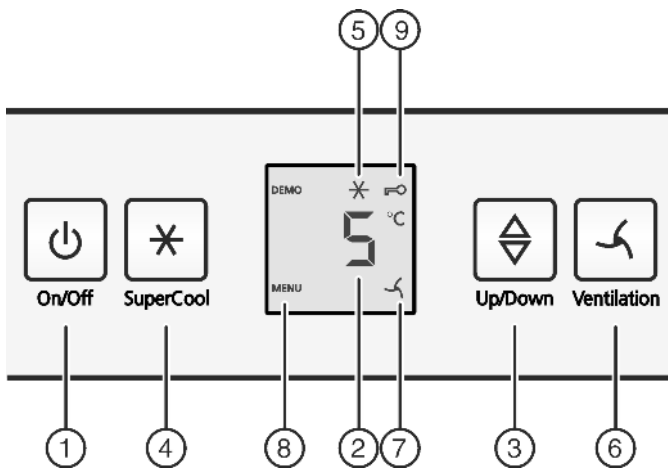

Fig. 3
- ▶ Aan/uit-toets Fig. 3 (1) indrukken.
- ▶ Toets SuperCool Fig. 3 (4) ca. 5 seconden indrukken.
- ▷ Op de display wordt het symbool Menu Fig. 3 (8) weergegeven.
- ▶ Met de toets SuperCool Fig. 3 (4) kort bevestigen.
- ▷ Het symbool Kinderbeveiliging Fig. 3 (9) op de display gaat branden.
- ▶ De toets On/Off Fig. 3 (1) kort indrukken.
- ▶ Temperatuurfunctie oproepen: Druk de insteltoets Fig. 3 (3) in.
- ▶ Temperatuur in 1 °C stappen wijzigen: Druk de insteltoets Fig. 3 (3) net zo vaak in, totdat de gewenste temperatuur op het temperatuurdisplay oplicht.
- ▶ Toets SuperCool Fig. 3 (4) kort indrukken.
- ▷ Het symbool SuperCool Fig. 3 (5) brandt op het display.
- ▷ Het symbool SuperCool Fig. 3 (5) in de display gaat uit.